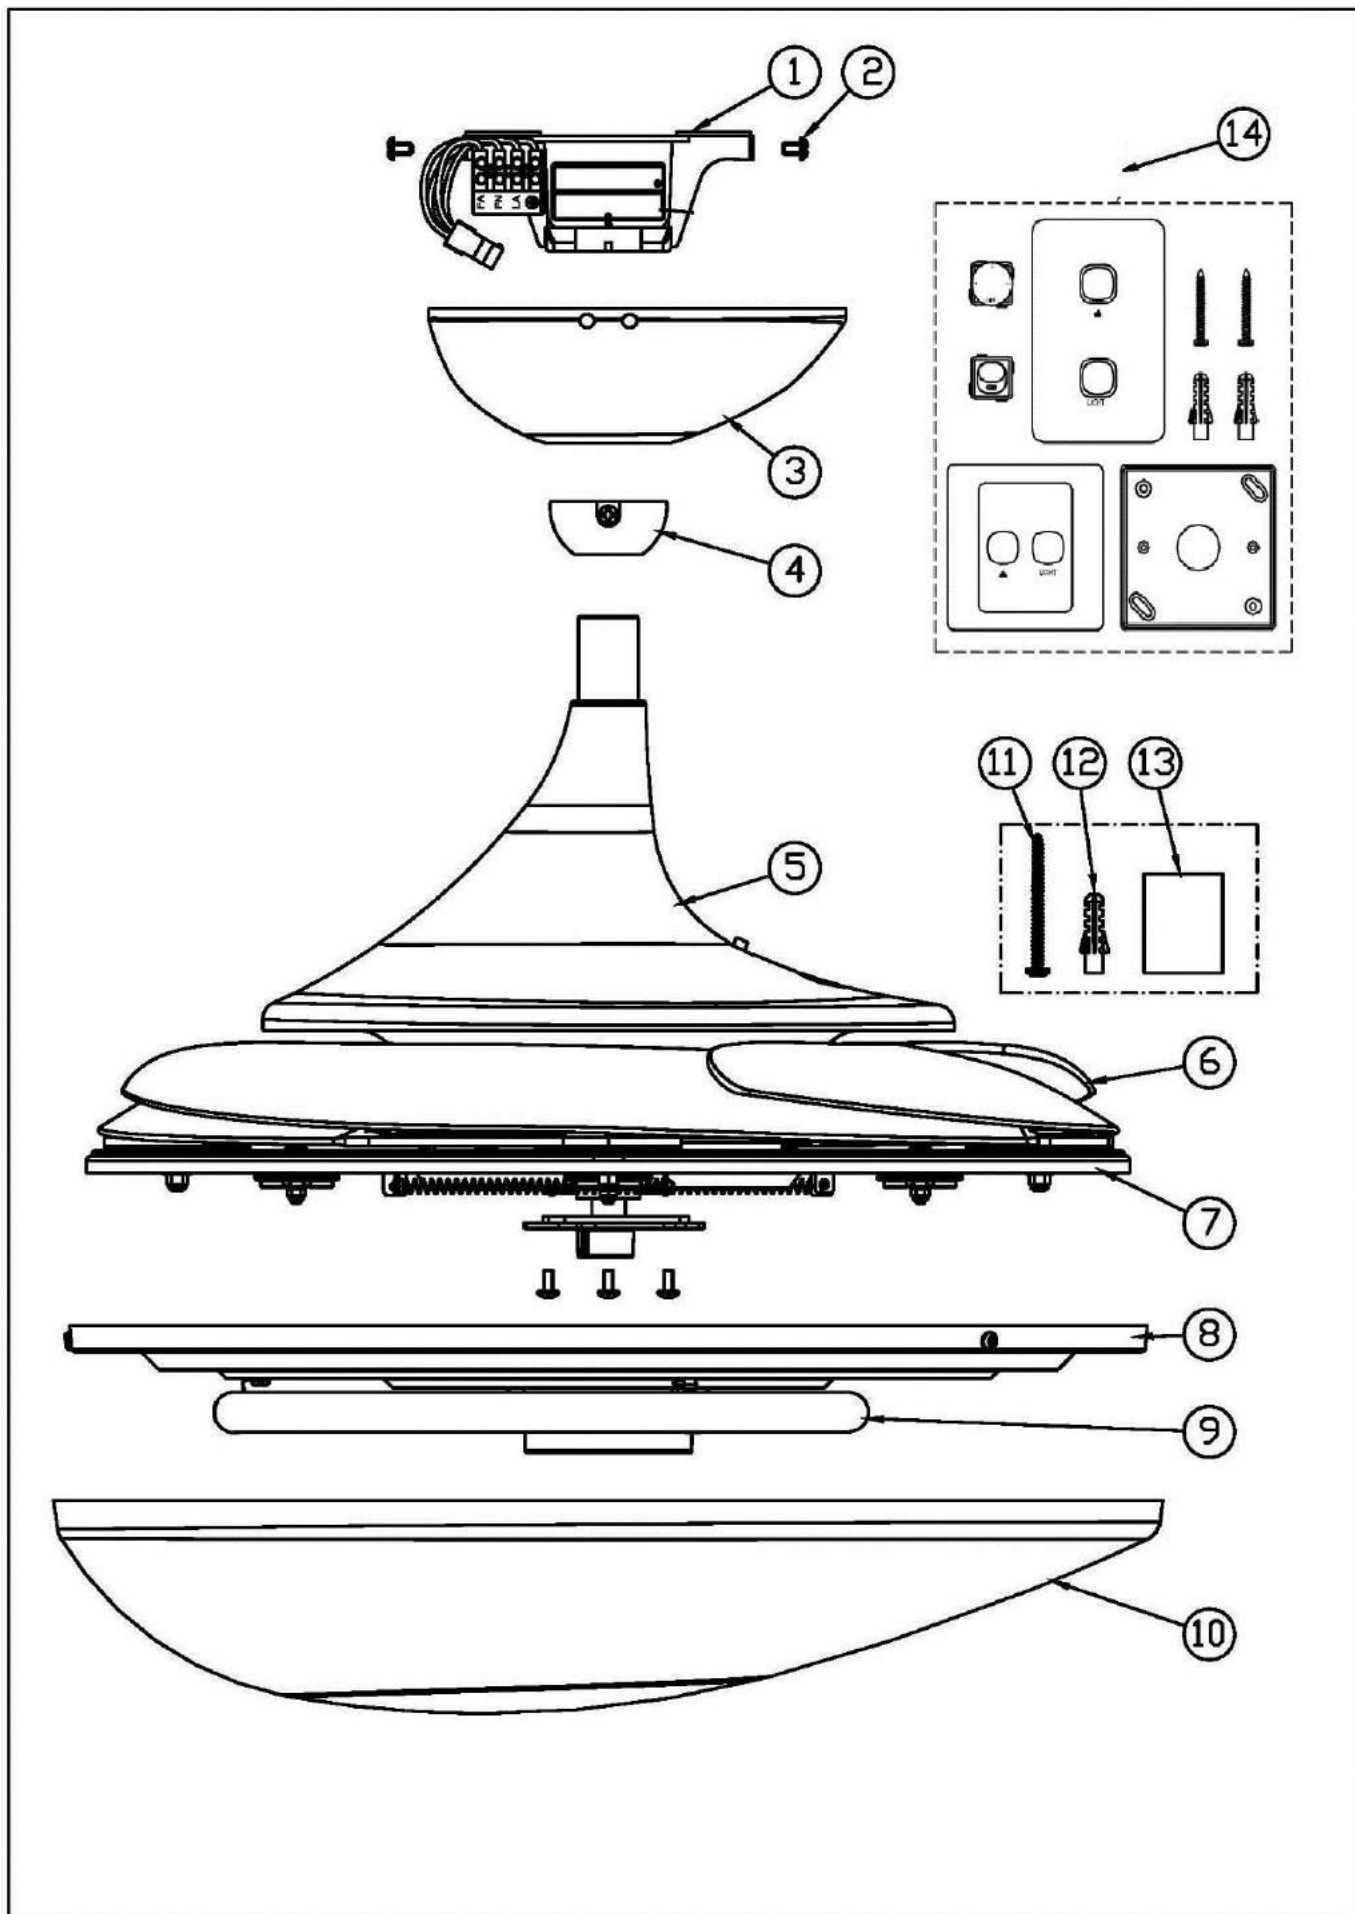

Figure 1
Déballer le ventilateur avec précaution et identifiez les différentes pièces. Veuillez vous en référer à la FIGURE 1.
- 1) Déposez la garniture de plafond (No. 3 – Figure 1) en desserrant les 4 vis pourvues de fentes.